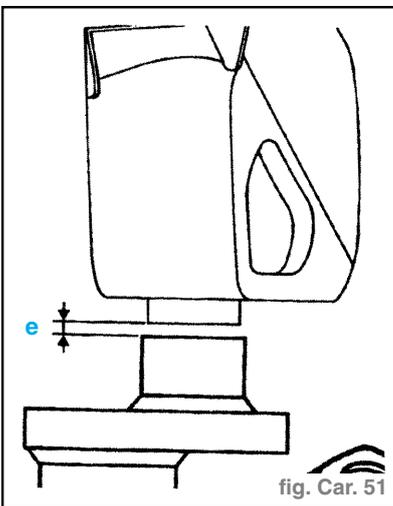

fig. Car. 51
- Après soudure du demi-bloc, l'épaisseur de cale (e) du dessin, sera déterminée par rapport au calibre de marbre. Le demi-bloc étant en référence sur la fixation supérieure d'amortisseur et sur l'extrémité avant du longeron. (fig. Car. 51)